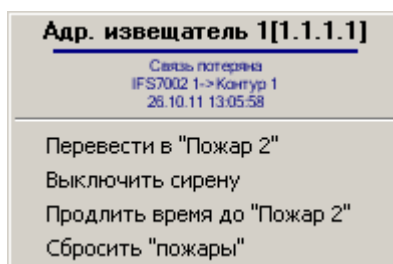

Рис. 4.2-3 Функциональное меню объекта Адр. извещатель
3. **Адр. извещатель** (Рис. 4.2-3).